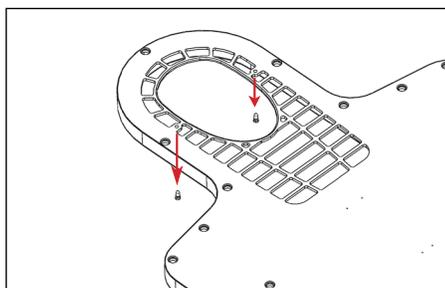

Abb. 1
1. Entfernen Sie die Zapfen aus ihren ursprünglichen Positionen, indem Sie sie gegen den Uhrzeigersinn losschrauben (Abb. 1)